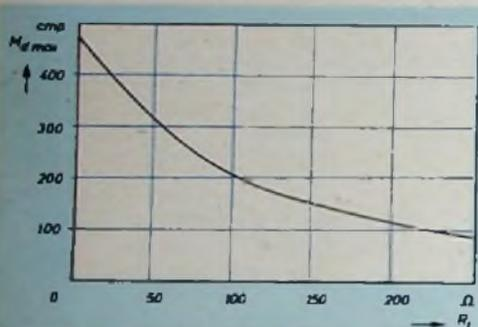

Bild 16. Maximalmoment einer Geber-Empfänger-Anordnung in Abhängigkeit vom Leitungswiderstand
Nach Gl. (7) ist das Moment auch vom Leitungswiderstand abhängig. Bild 16 zeigt für eine Kombination Geber — Empfänger, bei der die Statorspulen einen